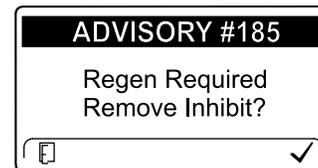

Рисунок 41
**Примечание:** Если вы установите в инфо-центре запрет регенерации, на экране через каждые 15 минут будет отображаться ИНФОРМАЦИОННОЕ СООБЩЕНИЕ № 185 (Рисунок 41) и двигатель будет запрашивать регенерацию со сбросом.